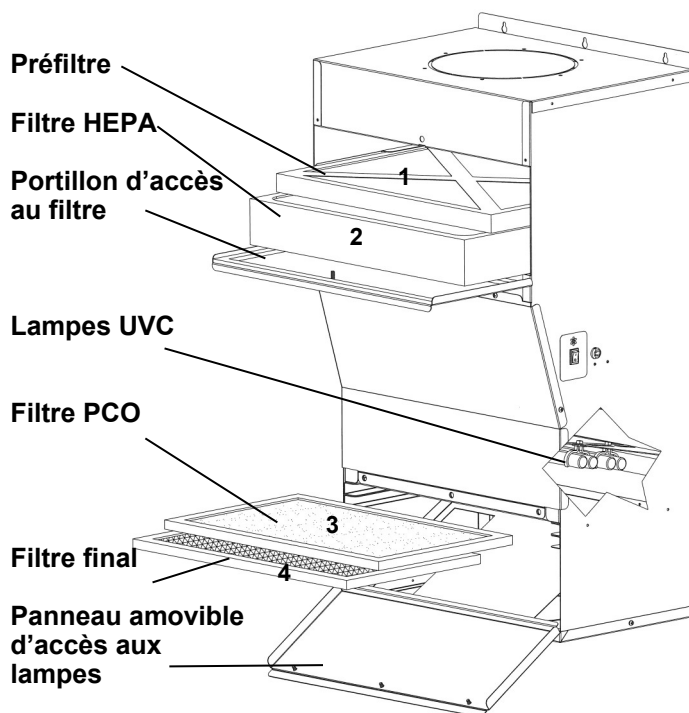

Fig. 5 – Disposition du purificateur d'air
1. Installer les deux lampes aux UVC dans les porte-lampes. Suivre les directives données dans les directives d'entretien. Utiliser les gants de coton fournis lors de la manutention des lampes. Remplacer les quatre filtres (voir Fig. 5), fermer le portillon d'accès au filtre et replacer le panneau d'accès aux lampes. **S'assurer que toutes les vis soient en place et bien serrées.** Ne pas trop serrer.
3. Mettre le purificateur d'air SUR TENSION (ON) et rechercher des fuites d'éclairage. Il ne doit y avoir aucune lumière bleue visible dans le